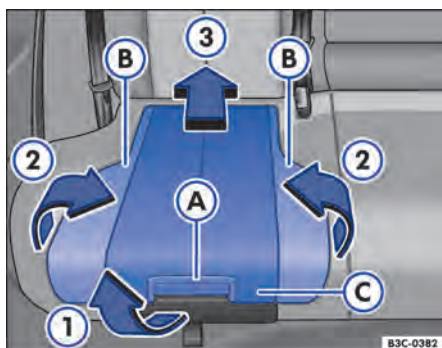

Fig. 83 Cadeira de criança integrada: posicionar o estofamento e o apoio do banco.
- Pela alavanca de destravamento ⇒ Fig. 83 A, puxar o estofamento do banco para frente no sentido da seta 1.